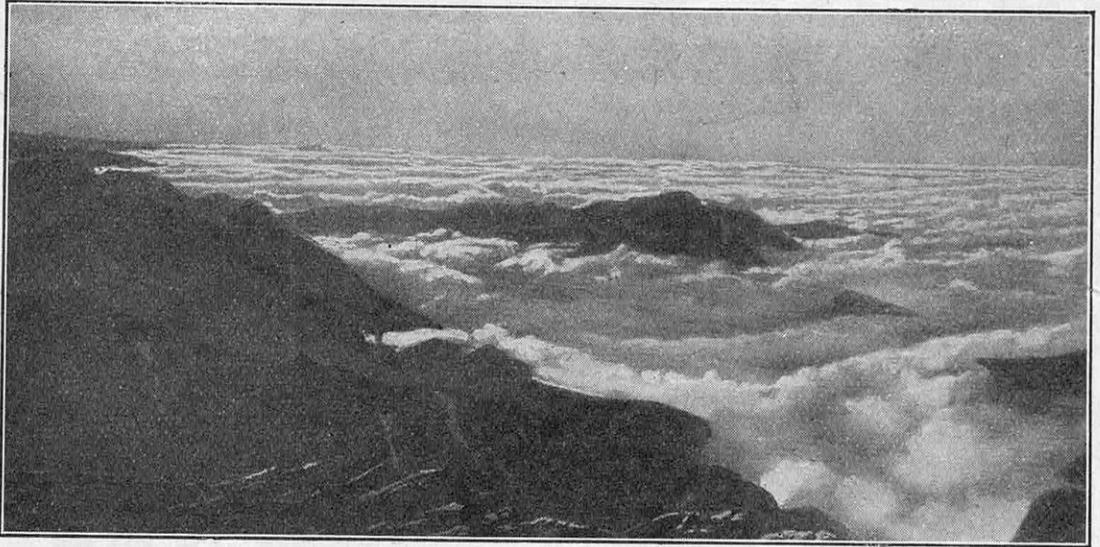

FIG. 1. — COUCHE DE NUAGES CONDENSÉS AU CONTACT D'UNE MONTAGNE
*bilité*, c'est-à-dire par la propriété d'occuper tout l'espace qui leur est attribué ; n'empêche que, dans la fameuse Grotte du Chien, et dans les cuves des vendangeurs, le gaz carbonique s'étale en nappe horizontale ; n'empêche que les « gaz de guerre » s'étendent, eux aussi, à la surface du sol en s'accumulant dans les cavités, et qu'en opérant avec des gaz colorés, chlore, vapeurs de brome ou d'iode, on les voit s'écouler en filet vertical, et même se briser en gouttelettes, comme de véritables liquides, ce qui prouve que leurs mouvements sont régis par la pesanteur, et même par les forces capillaires (voir aussi figure 1).